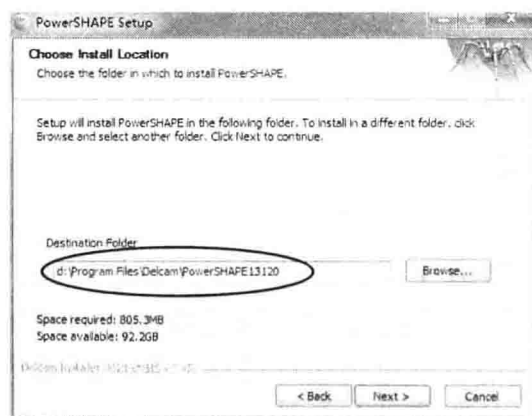

图 1-3 安装对话框 3
- (3) 单击 **Next >** 按钮, 在出现的新界面中设置安装路径, 如图 1-3 所示。